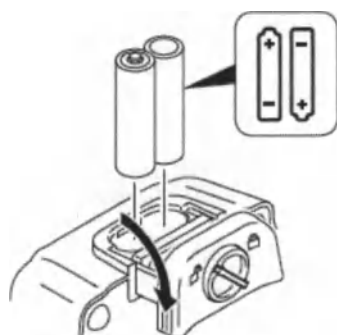

Рисунок 69 — Установка батарей педали
2. Установите две алкалиновые батареи AA в батарейный отсек в правильной ориентации (рисунок 69).